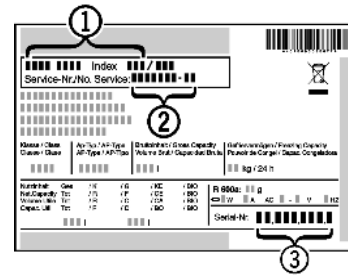

Fig. 41
- ▶ Označení přístroje Fig. 41 (1), servisní číslo Fig. 41 (2) a sériové číslo Fig. 41 (3) naleznete na typovém štítku. Identifikační typový štítek je umístěn na levé vnitřní stěně přístroje.